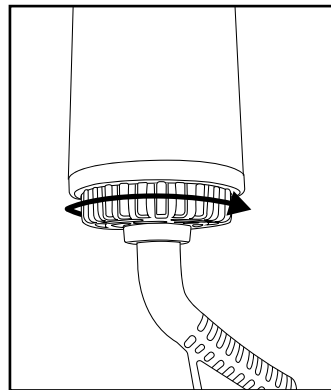
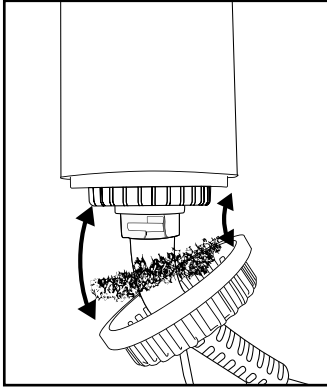

Fig. 3
Fig. 4
- Retirez les cheveux des embouts avec les doigts ❸-❶. Placez les embouts ❸-❶ dans de l'eau tiède pour les nettoyer. Vous pouvez utiliser un produit de nettoyage doux, rincez ensuite bien à l'eau. Laissez les embouts ❸-❶ sécher entièrement avant de les remettre dans l'appareil.
- Contrôlez si la grille d'aspiration d'air ❹ est exempte de cheveux et de peluches. Nettoyez-la à l'aide d'une brosse sèche.
- Nettoyez à intervalles réguliers le filtre situé derrière la grille d'aspiration d'air ❹, au plus tard lorsque des salissures sont visibles. Pour cela, retirez la grille d'aspiration d'air ❹ (voir figures 3 et 4) en la tournant jusqu'en butée, puis en la tirant vers le bas (si nécessaire, tournez-la légèrement dans un sens et dans l'autre en même temps). Enlevez les peluches et les impuretés du filtre avec les doigts et, si nécessaire, avec une brosse douce. Repoussez le filtre dans le panier de la grille d'aspiration d'air ❹ afin de pouvoir ensuite remettre la grille d'aspiration d'air ❹ en place. Faites glisser la grille d'aspiration d'air ❹ sur le logement de l'appareil et vissez-la. Tenez compte pour cela des deux petites encoches sur le socle du câble d'alimentation ❺ (voir fig. 4), dans lesquelles doivent être insérées les contre-pièces adaptées à l'intérieur de l'ouverture dans la grille d'aspiration d'air ❹.